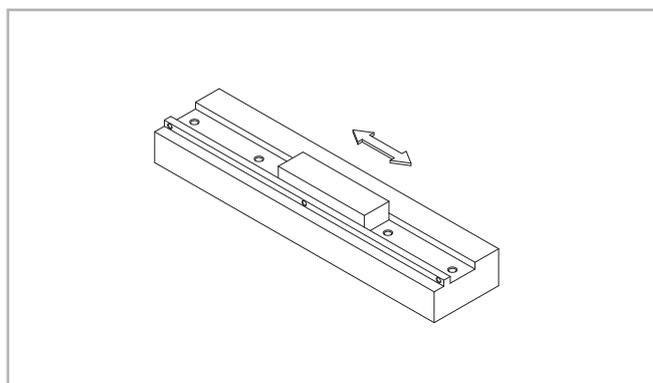

Fig. 55
(1) Lisser la surface de montage à l'aide d'une pierre à huile et éliminer les bavures, irrégularités et impuretés (voir fig. 55).